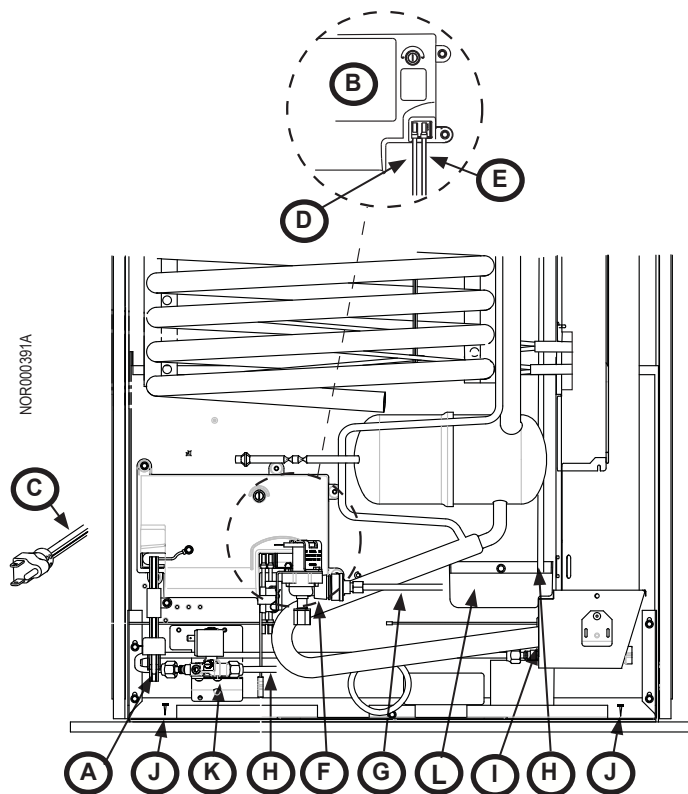

Fig. 1 - Vue du réfrigérateur par la prise d'air
3. Débranchez le cordon électrique 120 V c.a. (Fig. 1, A) de la prise de courant du VR ET du circuit d'alimentation (Fig. 1, B).
4. S'il y a un appareil à glaçons, débranchez son cordon électrique (Fig. 1, C).
5. Débranchez le fil d'alimentation de +12 V c.c. du VR (Fig. 1, D) de la borne 12 V c.c. du circuit d'alimentation (Fig. 1, E).
6. Débranchez le fil de masse de 12 V c.c. du VR (Fig. 1, E) de la borne GND du circuit d'alimentation.
3. Débranchez la conduite d'alimentation d'eau (Fig. 1, G) du réfrigérateur sur le robinet d'arrivée d'eau (Fig. 1, F).
2. À l'aide de deux clés, débranchez la conduite d'arrivée de propane (Fig. 1, H) du brûleur (Fig. 1, I).
1. Enlevez les vis (2x) (Fig. 1, J) de la lèvre de montage à l'arrière du réfrigérateur.